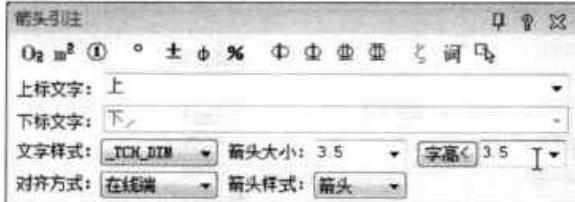

图16-103 设置标注文字格式
**Step 07** 执行“符号标注>箭头引注”命令，打开“箭头引注”对话框，在此，输入标注文字的大小及样式，如图 16-103 所示。